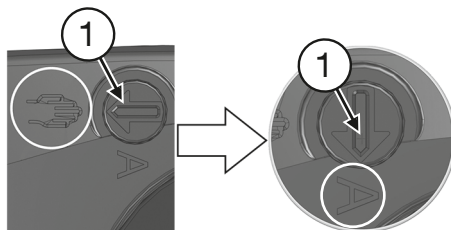

Fig. 18
7. Resetați **comutatorul de funcționare (1)** înapoi pe **modul automat**. Pentru aceasta, **roțiți comutatorul cu 90° spre stânga** folosindu-vă de o șurubelniță, astfel încât fanta să se afle în poziție verticală și vârful săgeții să indice spre **A** (fig. 18).